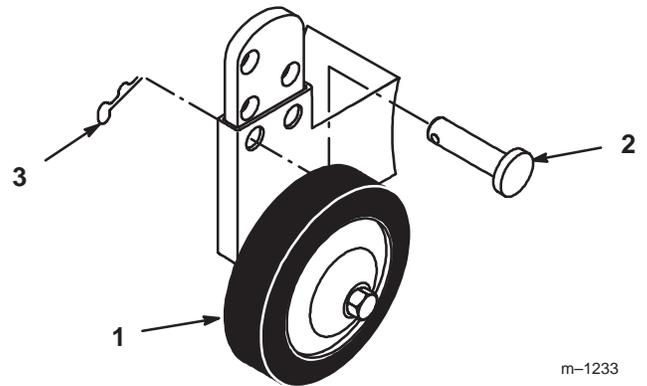

Figure 17
2. Enlevez la goupille fendue et l'axe pour changer de trou (Fig. 17).
3. Choisissez le trou requis pour que la roue de jauge soit à 9,5 mm du sol pour la hauteur de coupe utilisée (Fig. 17).